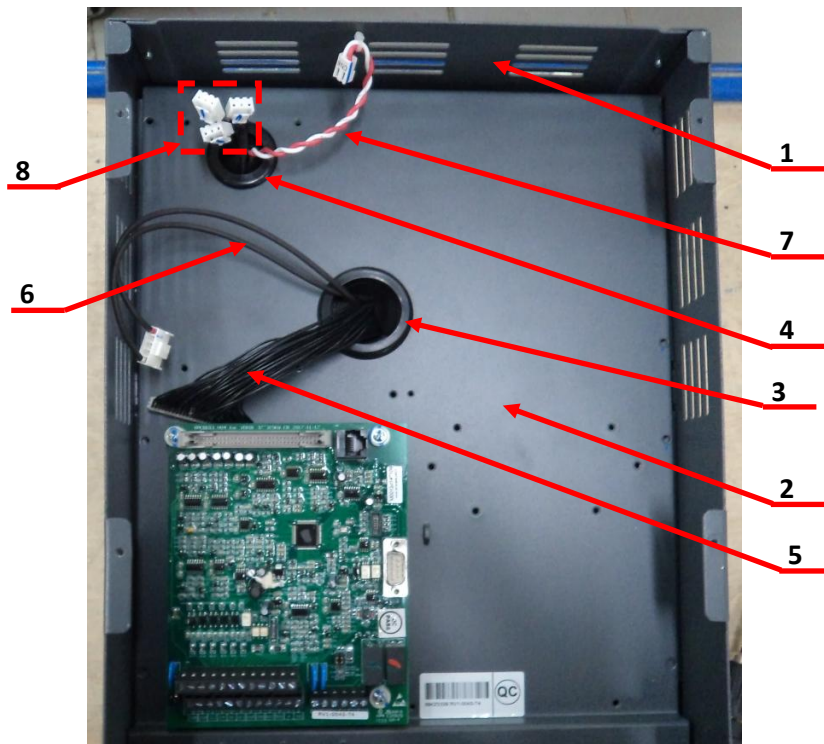

Рис.7.27
- 7.8.1. Разместить монтажную панель поз.2. в корпусе преобразователя частоты поз.1 (рисунок 7.27).
- 7.8.1.1. Перетащить кабели поз.5 и поз.6 через отверстие проходной втулки поз.3 (рисунок 7.27).
- 7.8.1.2. Перетащить кабели питания вентиляторов поз.8 и кабель управления поз.6 через отверстие проходной втулки поз.4 (рисунок 7.27).